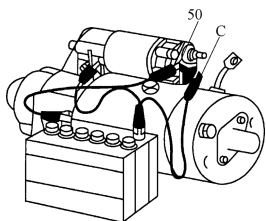

图 4-51 吸拉动作试验电路
(1) **吸拉动作试验** 将起动机固定到台虎钳上, 拆下起动机端子“C”上的励磁绕组电缆引线端子, 用带夹电缆将起动机“C”端子和电磁开关壳体与蓄电池负极连接, 如图 4-51 所示。用带夹电缆将起动机“50”端子与蓄电池正极连接, 此时驱动齿轮应向外移动。如驱动齿轮不动, 说明电磁开关有故障, 应予修理或更换。